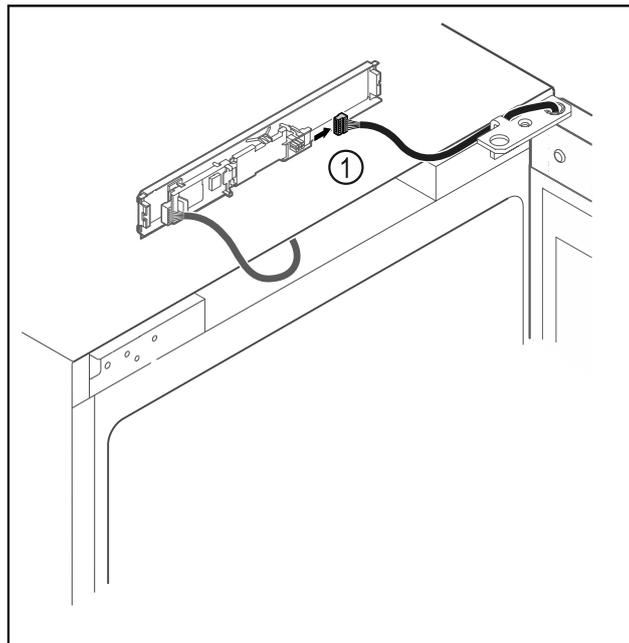

Fig. 13
- Atvienojiet spraudni *Fig. 13 (1)* no shēmas plates.